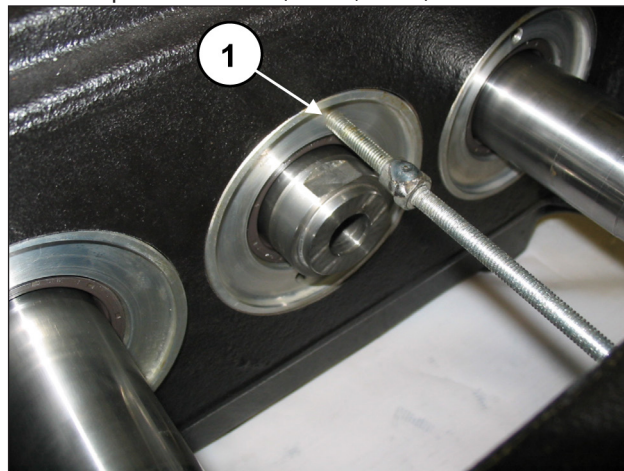
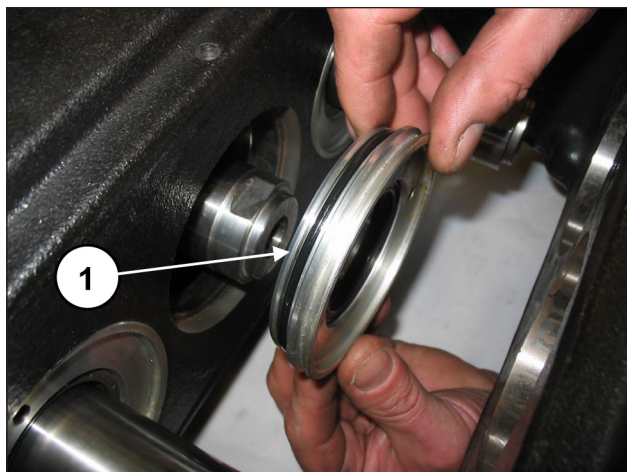

Рис. 4
Рис. 5
Выньте крышки сальников, закрутив резьбовую шпильку или винт М6, которые будут выполнять функцию съемника, в специальные отверстия на крышке (поз. ①, Рис. 4) и снимите крышки с насоса (поз. ①, Рис. 5).